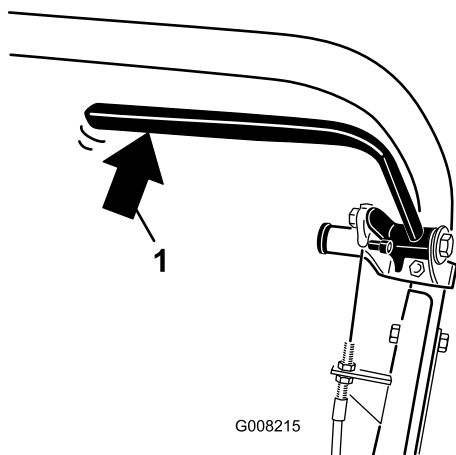

図 32
2. バネばかりで、常用ブレーキレバーを後ろから押す 図 32。約13.518kg の力でブレーキが解除されれば適正である。約13.518kg の力よりも小さい力でブレーキが解除される場合にはブレーキケーブルの調整を行う。ステップ 3 に進む。